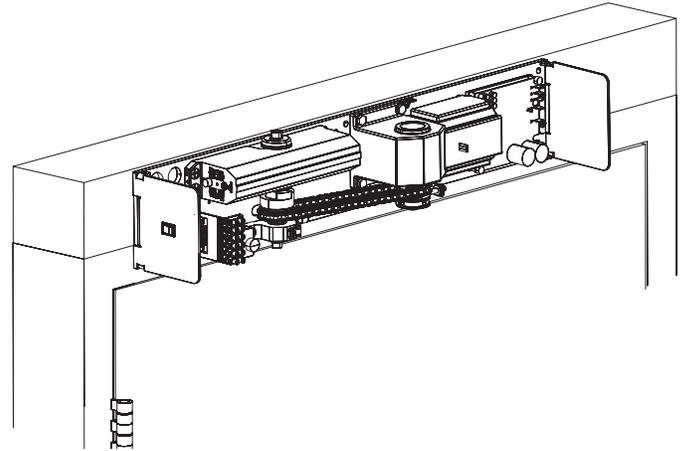

Figure 5
B. Fixer le module sur le cadre. (Figure 5)